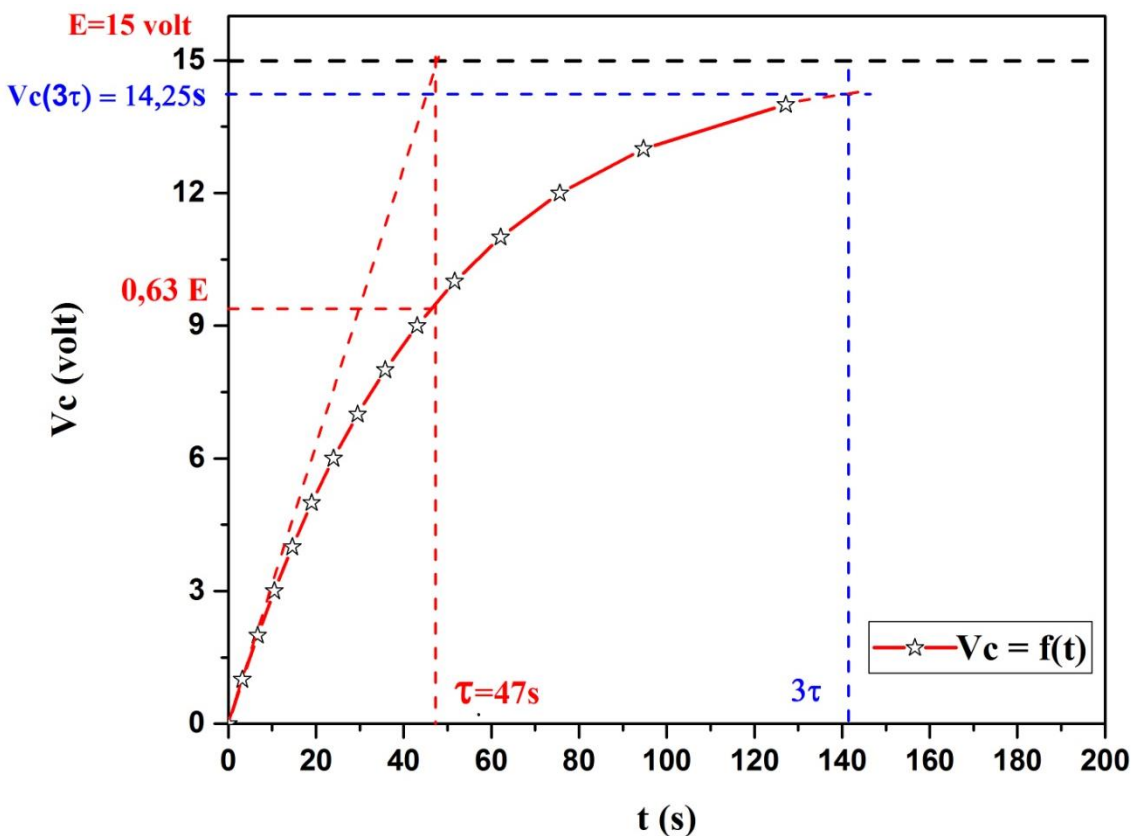

Figure 4.5: *variation de V_c en fonction du temps t*
1. la courbe de charge $V_c(t)$ est représentée sur la figure 4.5.